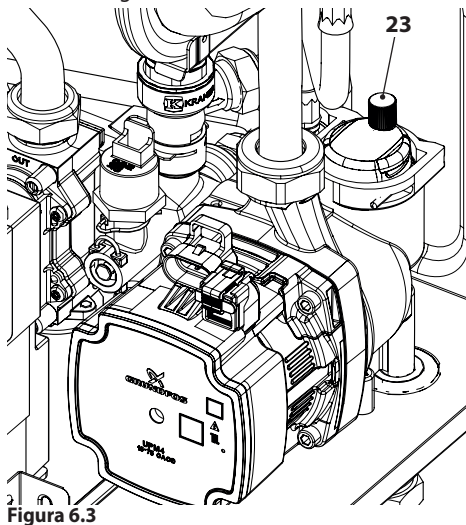

Figura 6.3
- Svitare il tappo della valvola di sfato automatica 23 in Figura 6.3.